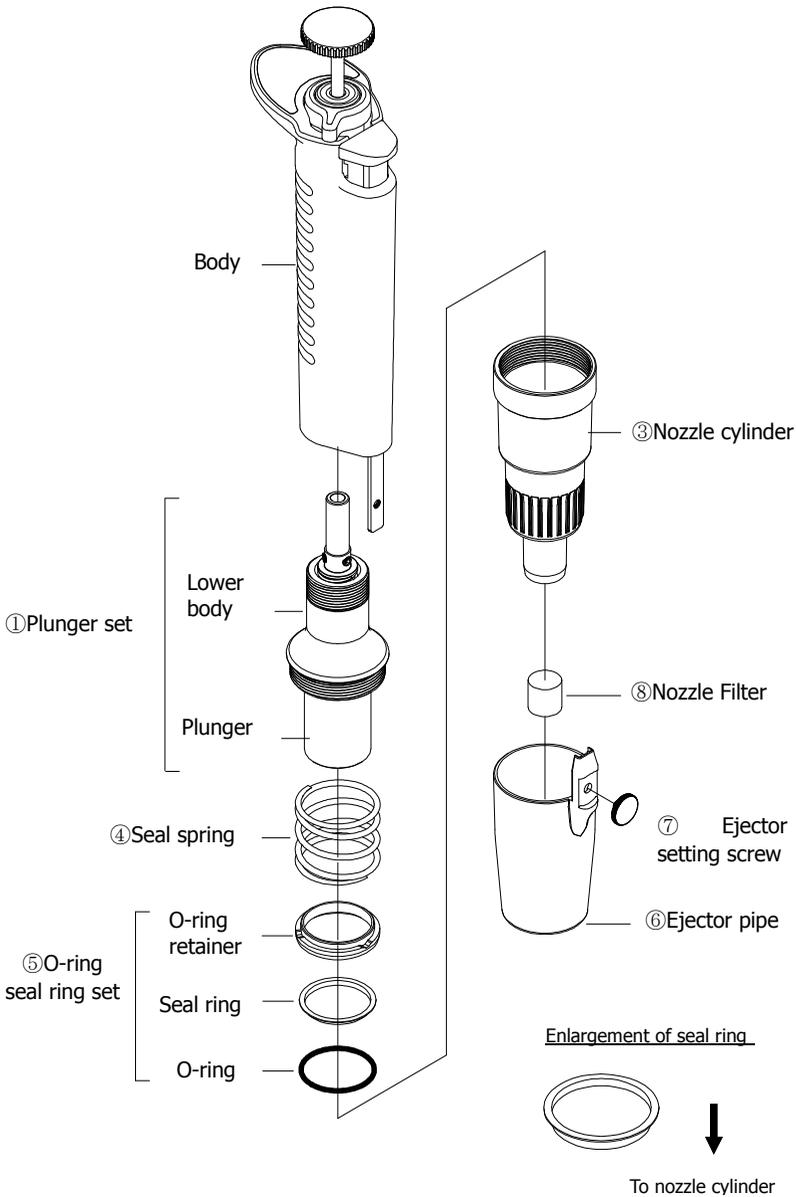

Fig. G4
- 5000ul, 10000ul: Fig.G4, G5
- 5000ul: Fig. G4, 10000ul: Fig. G5